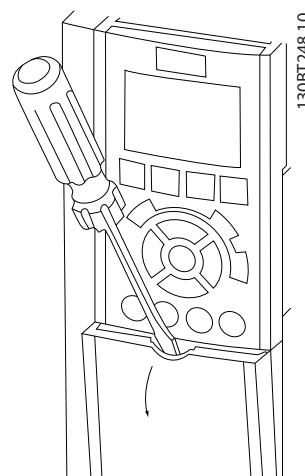

Bild 2.8 Åtkomst till styrkablar för A2-, A3-, B3-, B4-, C3- och C4-kapslingar
- Ta bort skyddsplåten med en skruvmejsel. Se Bild 2.8.